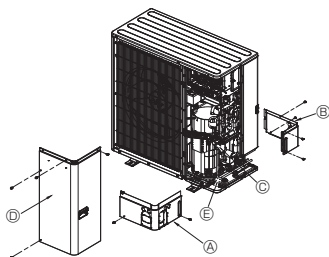

Fig. 4-3
4.3. Conductele de curgere a agentului frigorific (Fig. 4-3)